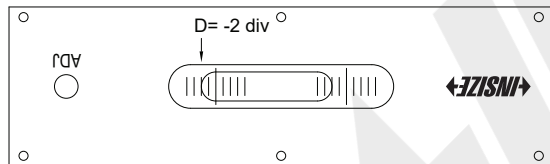

Fig.9
- d) Quando la bolla smette di muoversi, leggere D sulla scala (Fig.9).